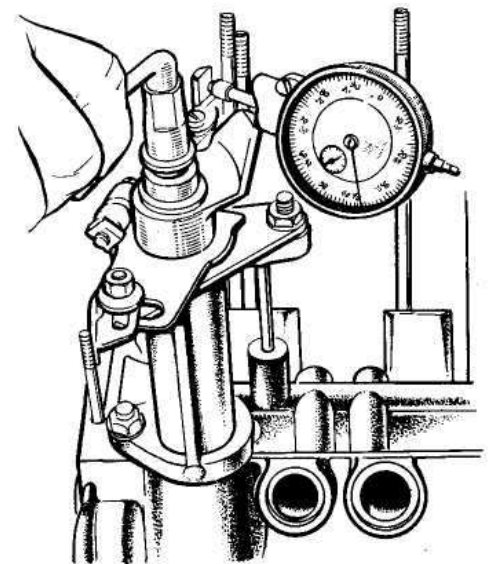

Рис. 53. Проверка бокового зазора в зацеплении шестерни привода распределителя при помощи приспособления с индикатором
- введите шестерню привода в зацепление с шестерней распределительного вала. При этом паз поводка повернётся (т.к. зубья шестерни винтовые) на угол $(19 \pm 1)^\circ$, а меньший сектор будет находиться со стороны шпильки крепления корпуса привода, как показано на рис. 25. Боковой зазор в зацеплении должен быть 0,05...0,45 мм (что соответствует свободному повороту поводка на угол $12' \dots 1^\circ 50'$). Пример проверки этого зазора показан на рис. 53.